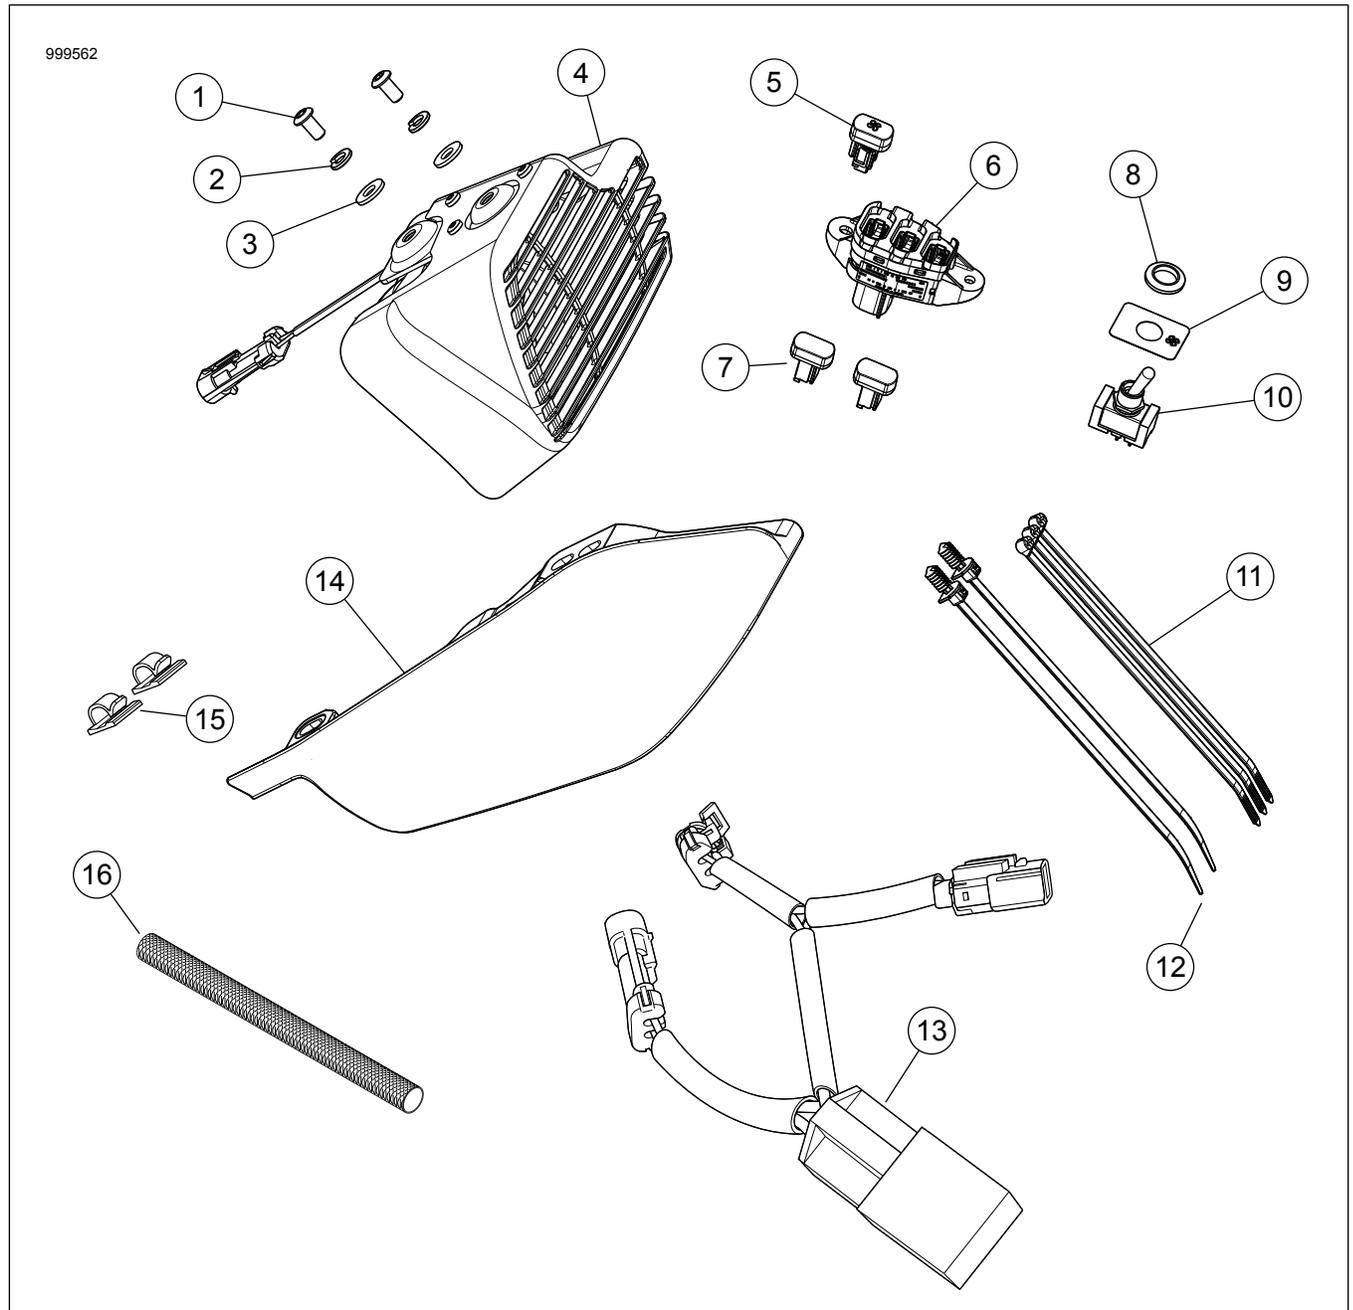

Abbildung 7. Ersatzteile: Lüftersatz
Siehe Abbildung 7 und Tabelle 1.
1. Siehe Abbildung 7 >. Falls zuvor vorhanden, einen neuen Mittelrahmen-Abweiser (13) installieren.
5. Siehe Abbildung 7 >. **Position des Schalters, Modelle ohne Verkleidung:** Den Lüfterschalter (10) einbauen.
6. Siehe Abbildung 7 >. **Position des Schalters, Modelle mit Verkleidung:** Den Lüfterschalter (5) einbauen.
- c. Den Lüfterschalter (5) ganz rechts im Schaltermodul (6) einbauen.
- d. Bei Bedarf Schalterattrappen (7) in das Schaltermodul einbauen.